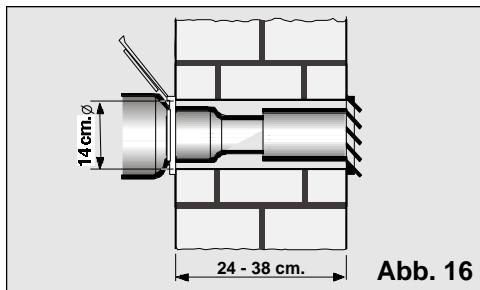

Abb. 16
- ❑ Um die Warmluft durch die Wand abführen zu können, muss in der betreffenden Mauer für das Passrohr eine Öffnung mit 14 cm Durchmesser gebohrt werden, siehe **Abb. 16**.